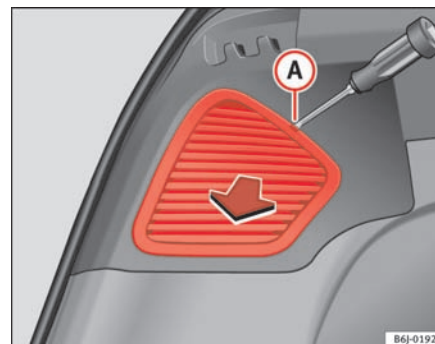

Fig. 150 Sidelygter
- Tag afdækningen af ved hjælp af en skruetrækker med flad klinge. Skub den ind i udskæringen (A) ⇒ side 217, fig. 150. ■